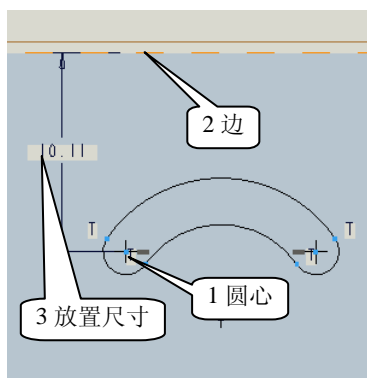

图 2-15 标注尺寸
(17) 单击草绘工具栏中的“创建定义尺寸”按钮，再依次单击图 2-15 中所示的位置“1”、位置“2”，然后在位置“3”处单击鼠标滑轮完成尺寸的标注。